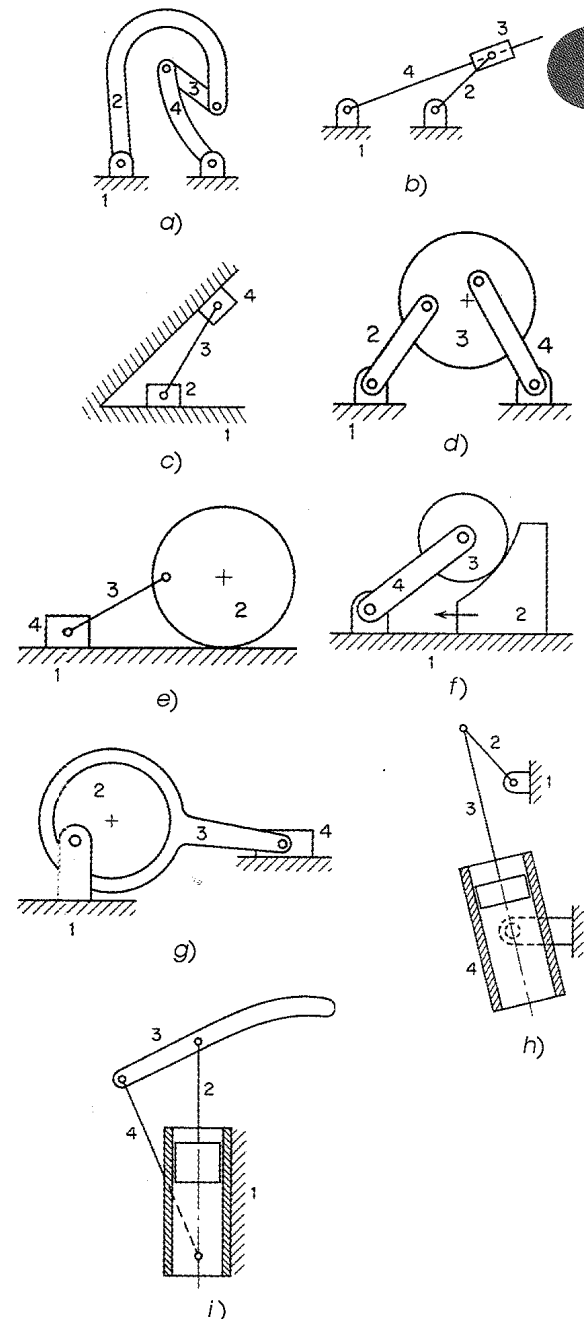

FIGURA P6-7 Problemas 6-14 y 6-23 De R.T. Hinkle, *Problems in Kinematics*, Prentice-Hall, Englewood Cliffs, NJ, 1954
- 6-14 Encuentre todos los centros instantáneos de los mecanismos mostrados en la figura P6-7 (p. 223).